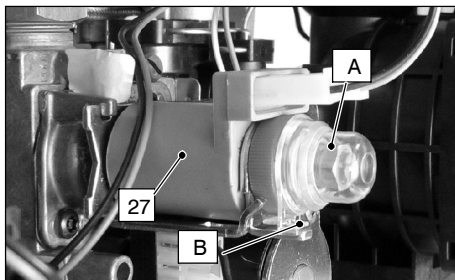

fig. 7.2
- 7 Rimuovere il tappino di protezione "A" dell'operatore modulante 27 in fig. 7.2 ruotandolo in senso orario per liberlo dal fermo "B" e facendo leva con un cacciavite piatto nella scanalatura.
13 Rimontare il tappino di protezione "A" fig. 7.2